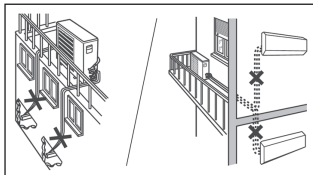

FIG. 4 - EVITAR DIFERENÇAS EXCESSIVAS
- Recomenda-se não instalar a unid. condensadora com uma diferença excessiva de altura e distância entre esta e as unid. evaporadoras (Fig. 4).